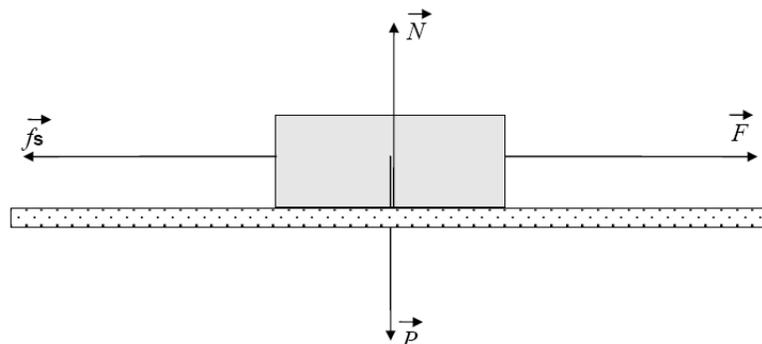

Figura 1 - Forças aplicadas a um bloco em repouso.
Considere um bloco de madeira paralelepípedo, assente sobre uma placa de madeira (figura 1). Aplica-se a esse corpo uma força horizontal com valor crescente (F). Verifica-se que a força de atrito estático (f_s) aumenta com a força aplicada até que o bloco começa a mover-se para uma dada força aplicada. Nesta situação limite, o módulo da força aplicada é igual ao módulo da força de atrito estático máxima ($f_{s,max} = F$). A força de atrito máxima é diretamente proporcional à reação normal